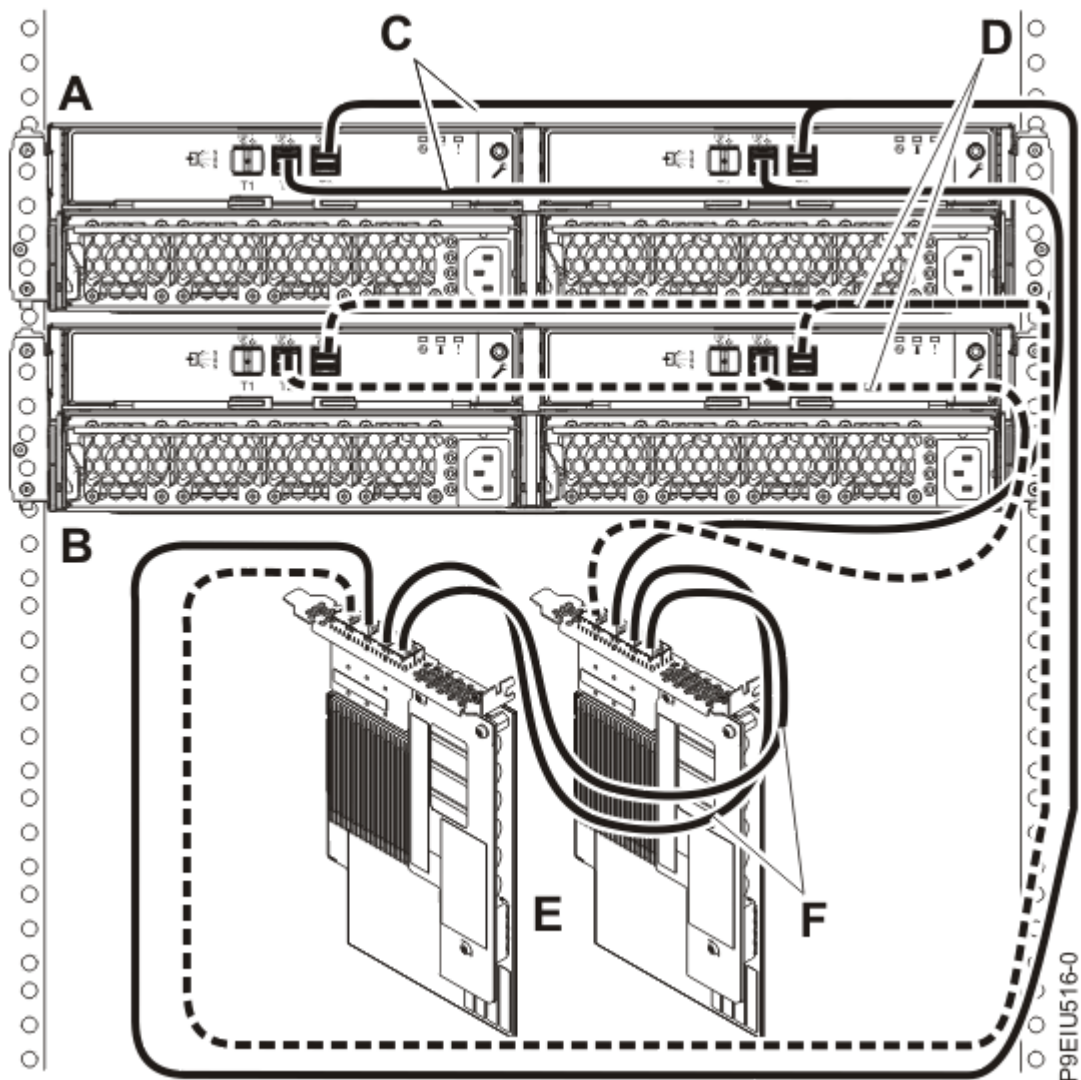

Abbildung 16. Modus-1-Anschluss von zwei ESLL- oder ESLS-Speichereinheiten mit Y012-Kabeln an ein SAS-Adapterpaar (FC EJ0L oder FC EJ14) mit AA-Kabeln
16. Schließen Sie dann zwei Gehäuse im Modus 1 (**A und B**) mit YO12-Kabeln (**C und D**) an ein SAS-Adapterpaar (**E**) (FC EJ0L oder FC EJ14) mit AA-Kabeln (**F**) an, wie in Abbildung 16 auf Seite 21 dargestellt, und fahren Sie anschließend mit „Kabel und Netzkabel anschließen und Abdeckungen installieren“ auf Seite 29 fort.